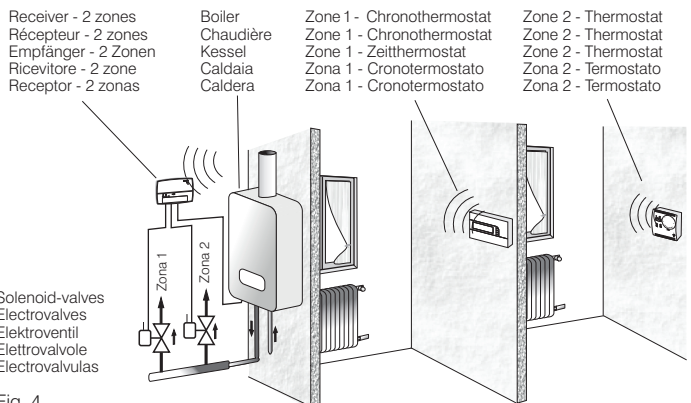

Fig. 4
B) Installation 2 zones (fig. 4) - composée de :